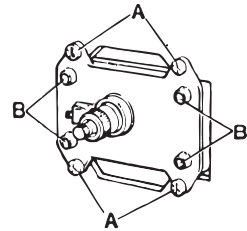

Fig. 16
- Sichern Sie die Schaltung mit den vier beiliegenden Schrauben (Fig.16) und entfernen Sie den Schalthebel.
- Setzen Sie die Frontabdeckung auf. Stellen Sie sicher, dass die Abdeckung in die Arretierungen (B Fig.16) einrastet.